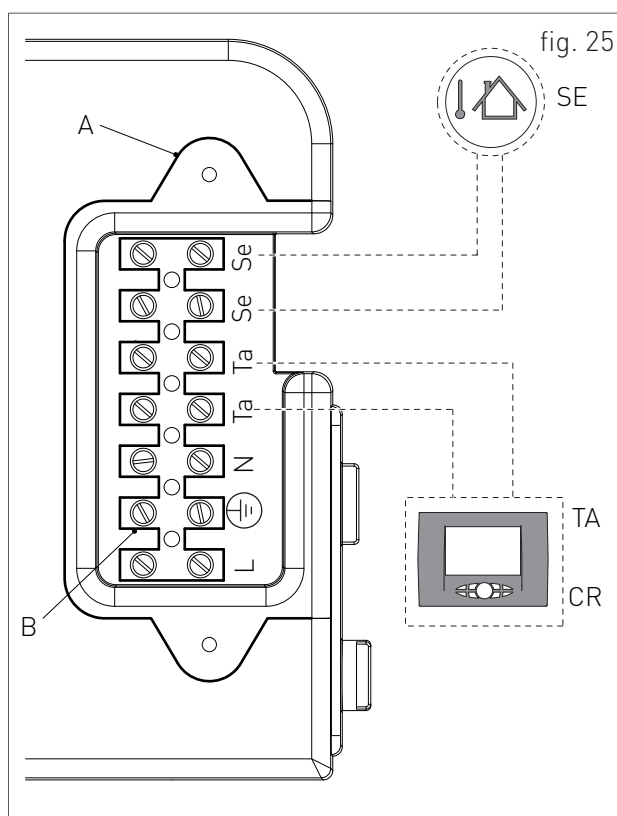

fig. 25
- › dévisser les deux vis et retirer le couvercle «A» (voir fig. 25).
- › Après avoir enlever la plaque, brancher les câbles électriques à la borne "B" (voir fig. 25):